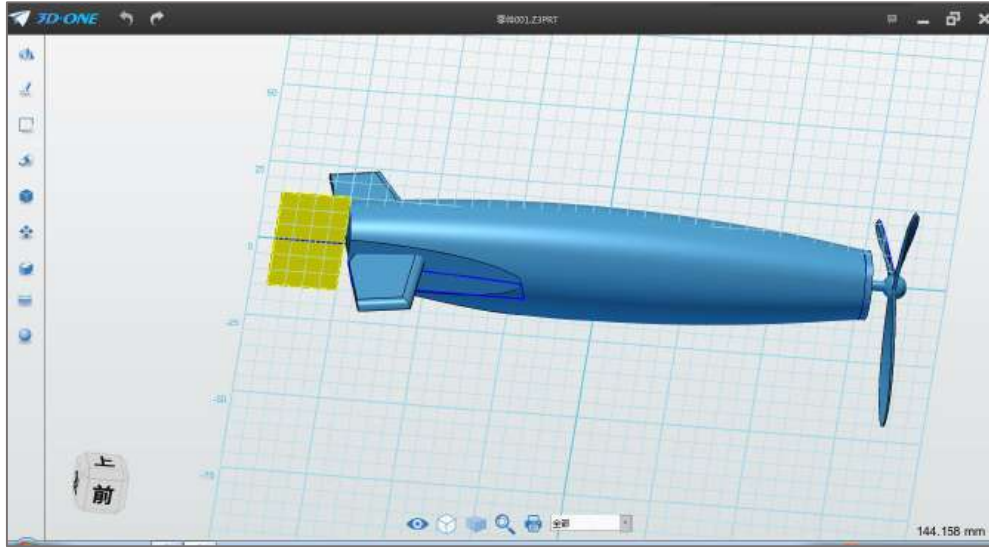

图 3-8
Step 8 点击确定。选择直线命令，绘制平面选择尾部片体面，如下图 3-8 所示：